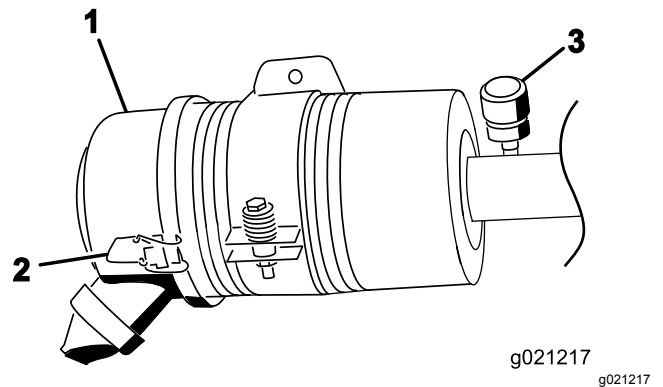

Figura 70
Faça a manutenção ao filtro de ar apenas quando o indicador de manutenção o exigir (Figura 70). Mudar o filtro de ar antes de ser necessário apenas aumenta a possibilidade de entrar sujeira no motor quando se retira o filtro.
1. Liberte os trincos que fixam a cobertura do filtro de ar ao respectivo corpo (Figura 70).